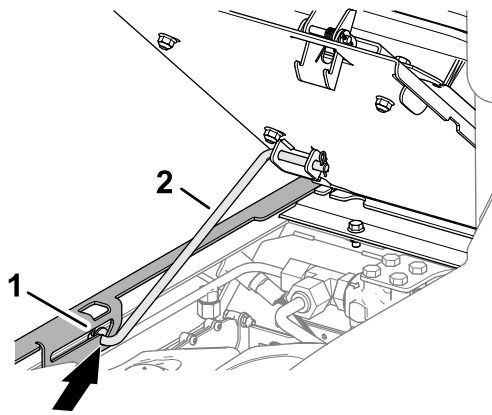

Bild 64
3. Vergewissern Sie sich, dass die vordere Stützstange korrekt in der Schlitzraste der Stangen-Führungsplatte sitzt (Bild 64).